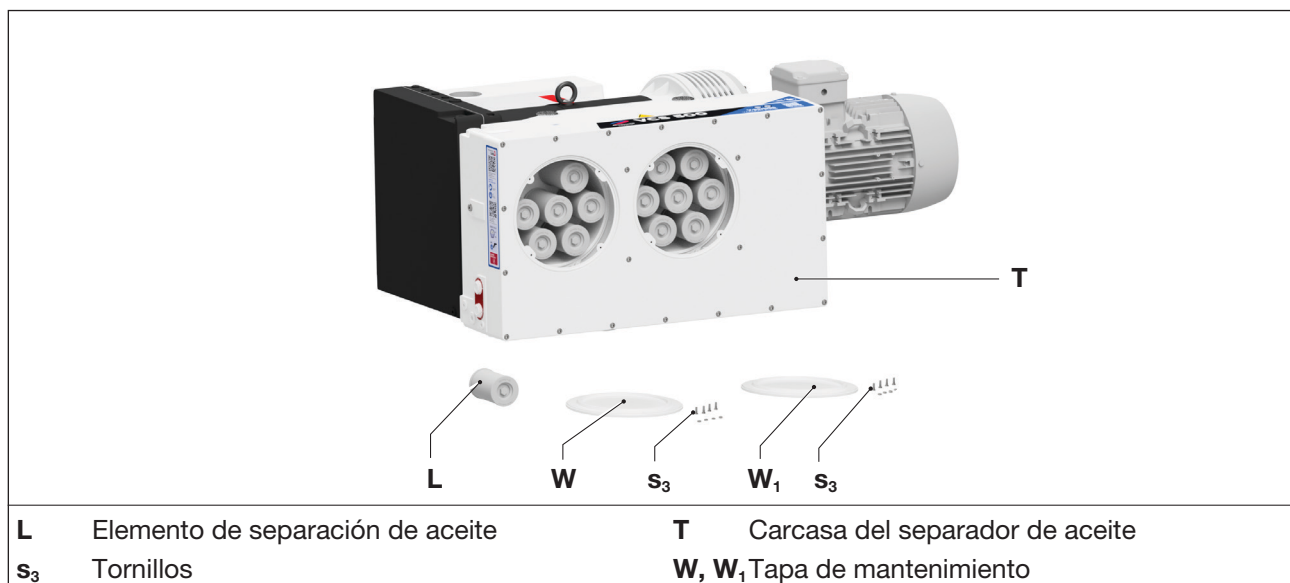

Fig. 10 Separadores de aire y aceite
- Afloje los tornillos (Fig. 10/s₃) de las tapas de mantenimiento (Fig. 10/W, W₁) y retire las tapas de mantenimiento.
- Afloje los elementos de separación de aire-aceite (Fig. 10/L) girando una llave poligonal (ancho de 19 mm o 3/4") en el sentido contrario a las agujas del reloj.